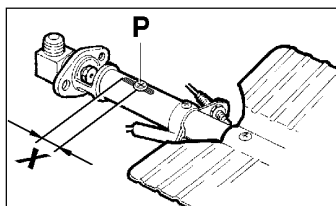

Fig.14
- 2 Allentare la vite **P** e regolare la posizione **X** del cono venturi (**Fig.14**) secondo le indicazioni della tabella n°4.